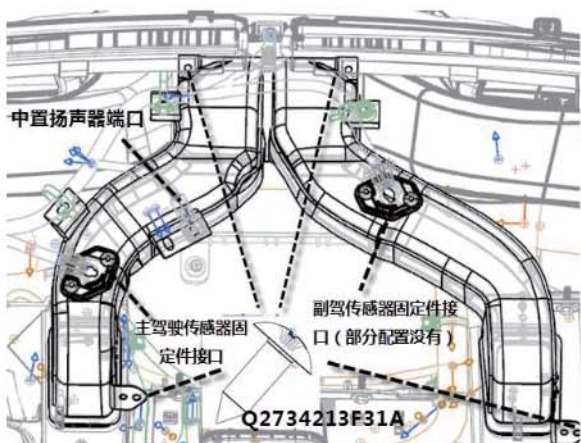

图 1-20 中央风道总成安装结构示意图
(3) 如图 1-20 所示，最后接上中风道上的电器接插件，两个螺钉将中央风道固定在上本体，另外使中央风道与左/右风道以及前除霜风道总成匹配上，并用另外两个螺钉固定在一起。